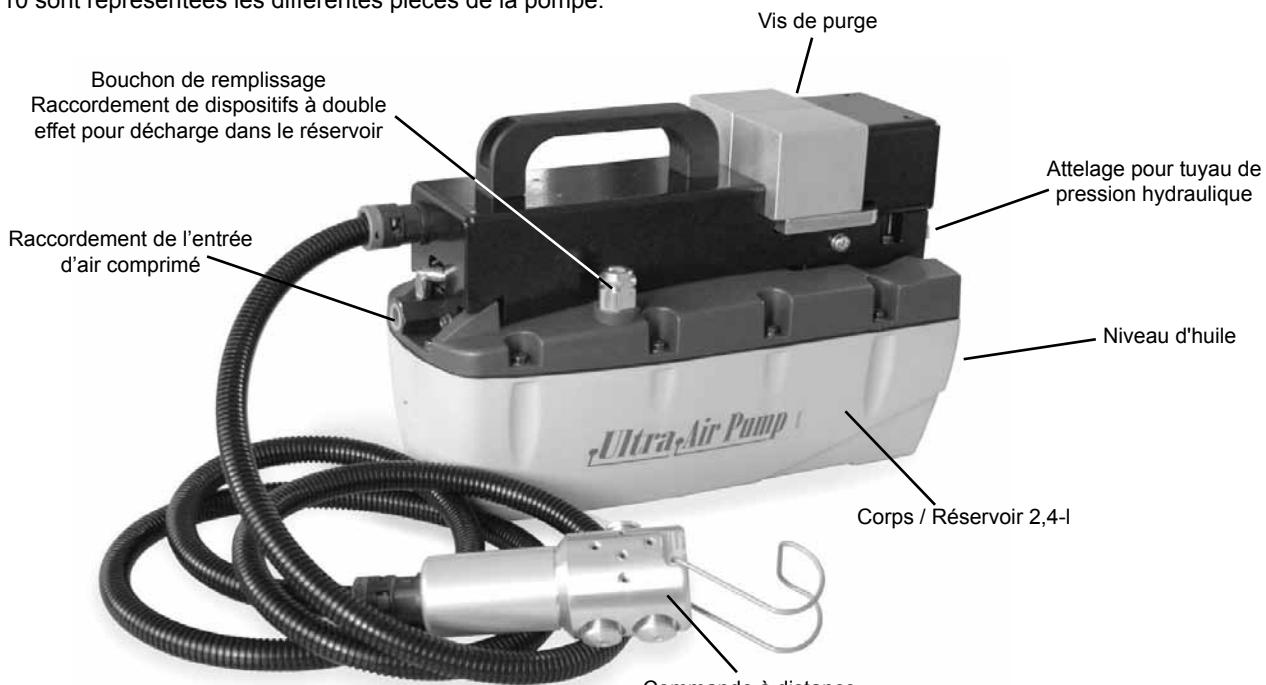

Fig.10
Sur la figure 10 sont représentées les différentes pièces de la pompe.
- Retirer au moyen d'un tournevis plat le couvercle de remplissage (fig.10, page 29), et l'enlever complètement.
- Relier le tube hydraulique de refoulement (fig.10, page 29). Le tube devra être doté d'un raccord type 3/8" NPTF précédemment enveloppé de ruban de Téflon.
- Visser fermement sur le raccordement d'air comprimé (fig.10, page 29) un raccord rapide convenant à votre installation, et dont vous avez au préalable entouré le filetage de ruban en téflon.